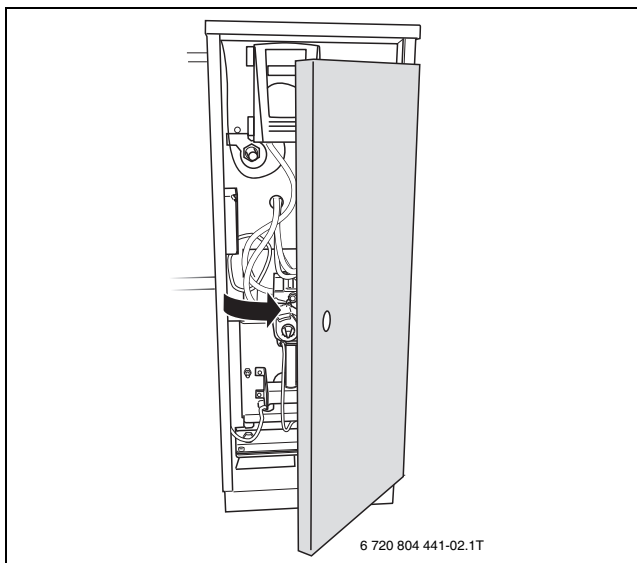

Fig. 2 Ouvrir la porte de la chaudière
- ▶ Ouvrir la porte de la chaudière (→ fig. 2).